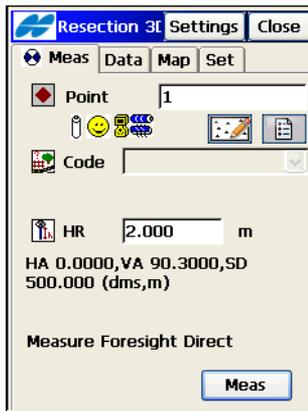

Abbildung 8-40. Freie Stationierung
4. Wählen Sie im Fenster *Freie Stat. 3D* (Abbildung 8-40) die bekannten Punkte auf der Karte oder in der Liste.